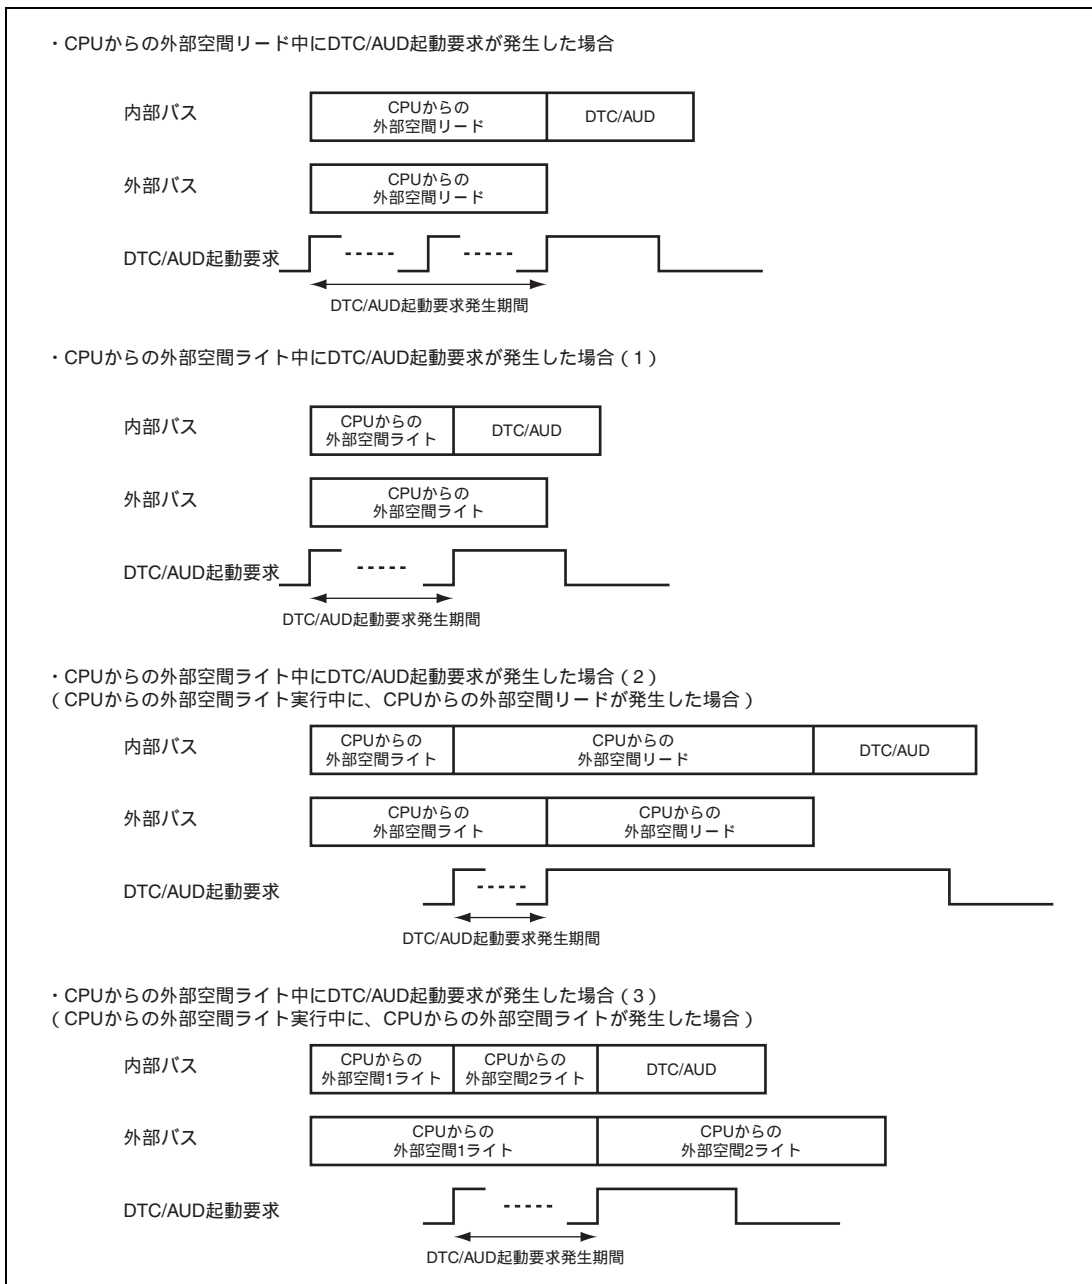

図 9.10 CPU からの外部空間アクセス中に DTC/AUD 起動要求が発生した場合のバスアービトレーション
また、「9.5.7 (2) LSI 内部バスマスタからみたアクセス」に記述されているライトバッファの動作上、CPU からの外部空間アクセスがライトの場合とリードの場合で、CPU と AUD/DTC のアービトレーションが異なります。図 9.10 に、CPU からの外部空間アクセス中に AUD/DTC 起動要求が発生した場合のバスアービトレーションを示します。